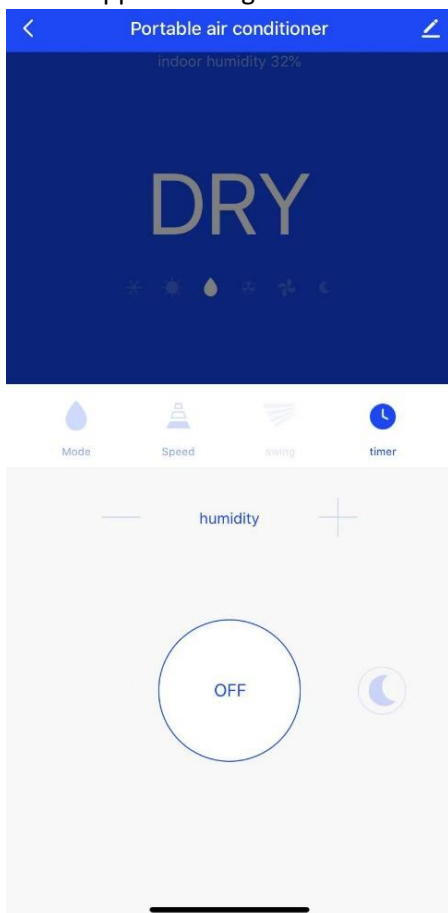
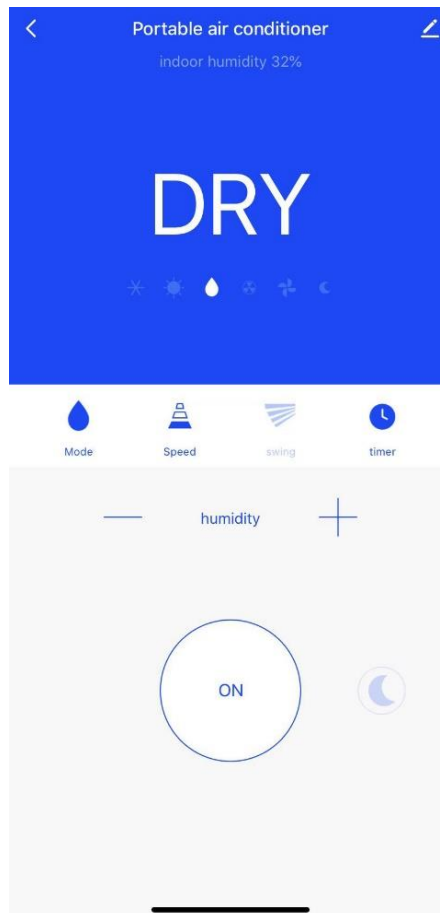

Fig.8
Fig.9
1. Tik op "OFF" in Fig.8, de interface verandert in Fig.9 en het apparaat begint te werken.